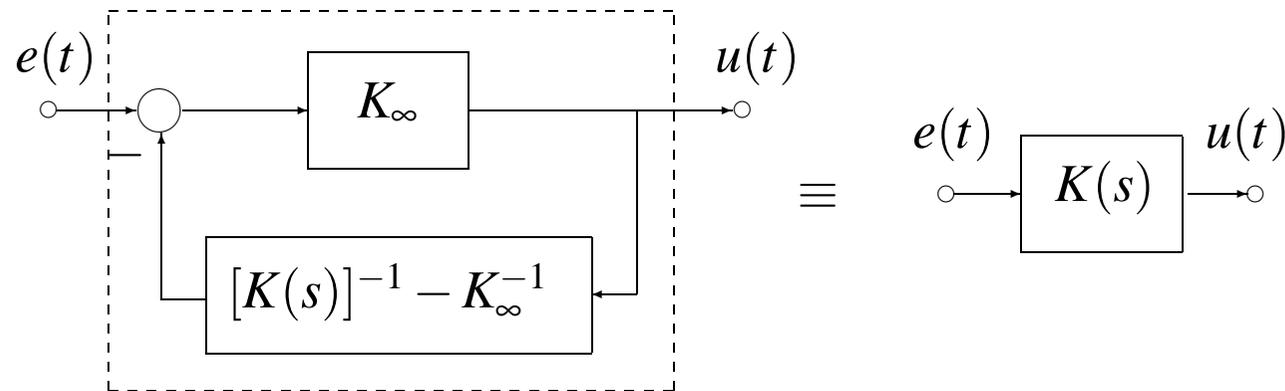
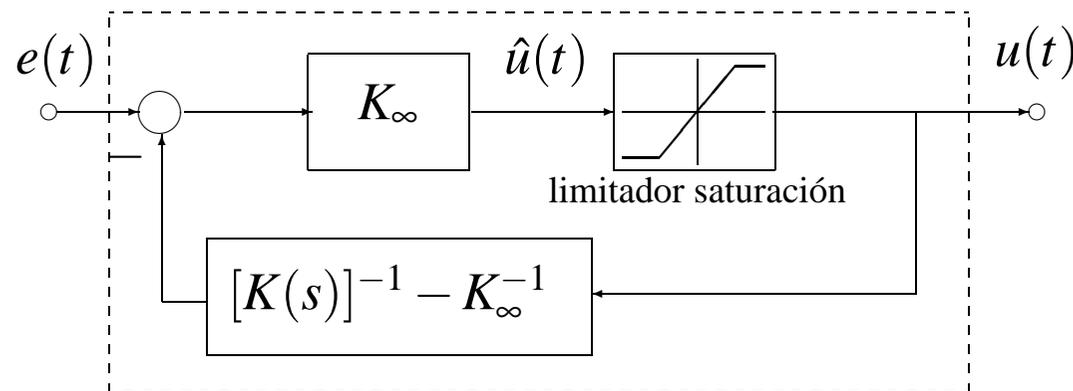
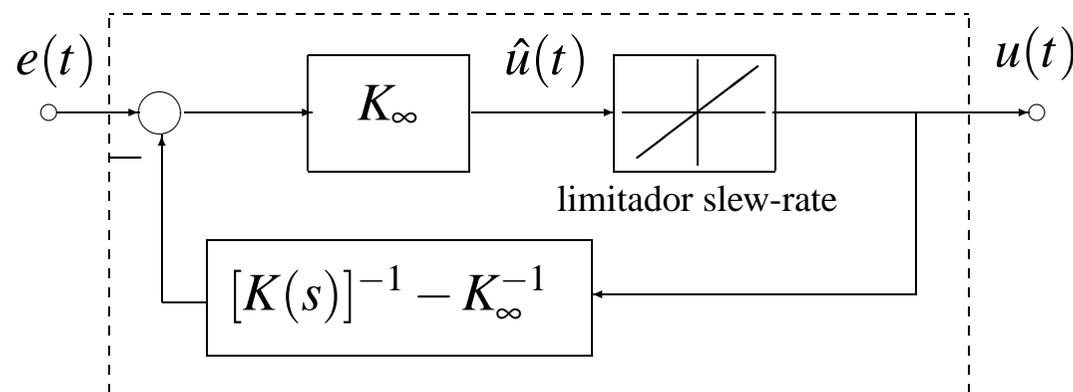

Figura 2: Implementación en realimentación de $K(s)$ bipropia
Figura 3: Controlador compensado para saturación
Figura 6: Controlador compensado para slew-rate
donde $K_\infty = \lim_{s \rightarrow \infty} K(s)$, y $\bar{K}(s)$ es estrictamente propia. Consideremos ahora el lazo en realimentación de la Figura 2.
Dado que $[K(s)]^{-1}$ es estable si $K(s)$ es de fase mínima, el bloque $[K(s)]^{-1} - K_{\infty}^{-1}$ en el lazo de realimentación de la Figura 2 resulta estable. Además, notemos que este bloque contiene *toda la dinámica* del controlador.
Para que se cumplan con las propiedades claves (I) y (II) que compensan el efecto **wind-up**, todo lo que hay que hacer es asegurarse que la entrada $u(t)$ que *realmente* recibe la planta sea la misma que entra al bloque $[K(s)]^{-1} - K_{\infty}^{-1}$ en el lazo de realimentación de la Figura 2.
La compensación de wind-up por saturación se logra simplemente incluyendo un **limitador saturación**, correspondiente a la limitación real del actuador, en el lazo directo del diagrama de la Figura 2, como se ve en la Figura 3.
Si la señal de control $\hat{u}(t)$ no satura, el diagrama de bloques de la Figura 3 es equivalente a $K(s)$.
Con SIMULINK podemos usar el bloque `saturation` en la librería *Nonlinear* para implementar la compensación de la Figura 3. Sus parámetros son los límites máximo y mínimo de amplitud.
forma de la Figura 3, que en este caso resulta
En forma similar al caso de saturación, para compensar slew-rate, simplemente debemos incluir un **limitador slew-rate**, correspondiente a la limitación real del actuador, en el lazo directo del diagrama de la Figura 2, como se ve en la Figura 6.
Con SIMULINK podemos usar el bloque `rate-limiter` en la librería *Nonlinear* para implementar la compensación de la Figura 6. Sus parámetros son los límites $\sigma_{\text{máx}}$ y $\sigma_{\text{mín}}$.